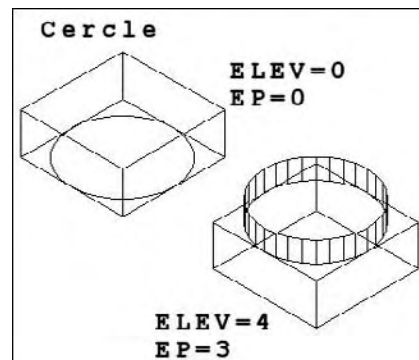

Fig.6.37
**Pour modifier l'épaisseur et l'élévation d'un objet, la procédure est la suivante avec la commande Changer (Change) (fig.6.37) :**